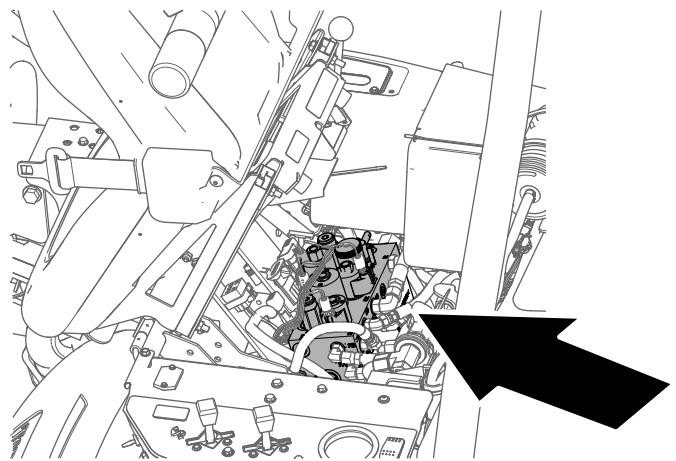

Figura 65
2. Incline el asiento del operador hacia adelante y coloque la varilla de sujeción (Figura 65).